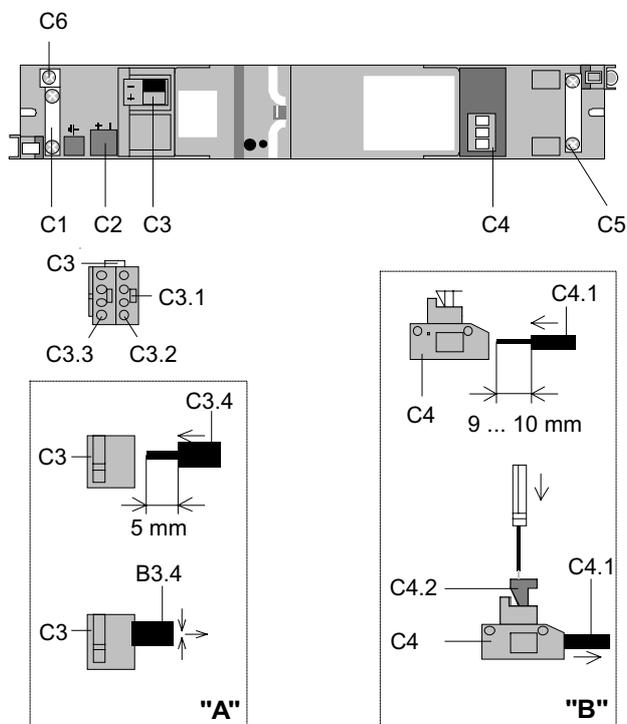

Bild 3: Anschlüsse
### Busklemme abziehen (Bild 3)
### Busklemme aufstecken (Bild 3)
### Anschließen der Busleitung (Bild 3 "A")
- Der Leitungsmantel der Busleitung ist mit der Leitungsfixierung (C1) am Gehäuse des Einbaugerätes zu befestigen. Wird eine Leitung mit Abschirmung verwendet, kann diese an der Klemme (C6) festgeschraubt werden (Bild 3).
Die Aussparung (C2) dient zur Aufnahme eines Überspannungsschutzes. Die Anschlüsse werden parallel zur Buslinie in die Busklemme eingesteckt (Bild 3).
### Abklemmen der Busleitung (Bild 3 "A")
Empfängerleitung anschließen (Bild 3 "B")
- Der Leitungsmantel der Empfängerleitung ist mit der Leitungsfixierung (C5) am Gehäuse des Einbaugerätes zu befestigen (Bild 3).
Empfängerleitung abklemmen (Bild 3 "B")